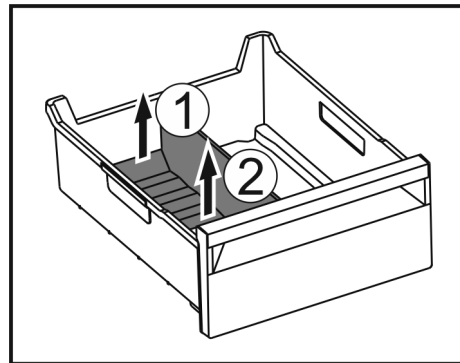

Fig. 153
- ▶ Achterste deel van de ijsvak-scheider optillen. Fig. 153 (1)
- ▶ Ijsvak-scheider er naar boven toe uitnemen. Fig. 153 (2)